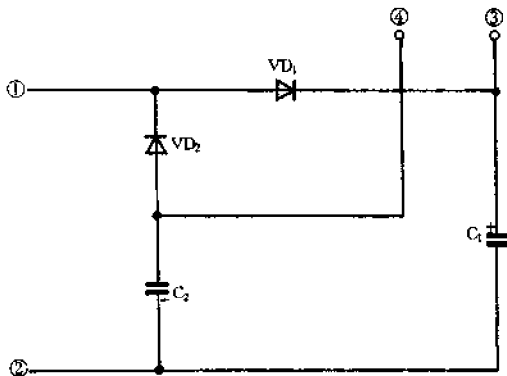

图 6-23 万用表测量峰峰值电压附加器
电路如图 6-23 所示。此电路实际上是一种检波式峰值电压表,被测信号从①、②端输入,正半周时  $VD_2$  截止,  $VD_1$  导通,对  $C_1$  充电至峰值,负半周时  $VD_1$  截止,  $VD_2$  导通,对  $C_2$  充电至峰值。将万用表直流电压挡接至③、④两点,万用表指示  $C_1$ 、 $C_2$  上电压之和即为峰峰值电压。 $C_1$ 、 $C_2$  的容量要足够大,它们与万用表内阻组成的时间常数应远大于输入信号的周期。为了提高测量的准确性,要求检波二极管  $VD_1$ 、 $VD_2$  的穿透电流要小,耐压要足够高,开关特性要好,可选用 2AP 或 2CK 型管。由于检波管、电容器、万用表内阻等存在损耗,检波效率不可能为 100%,故实际的峰峰值电压可按下式计算: